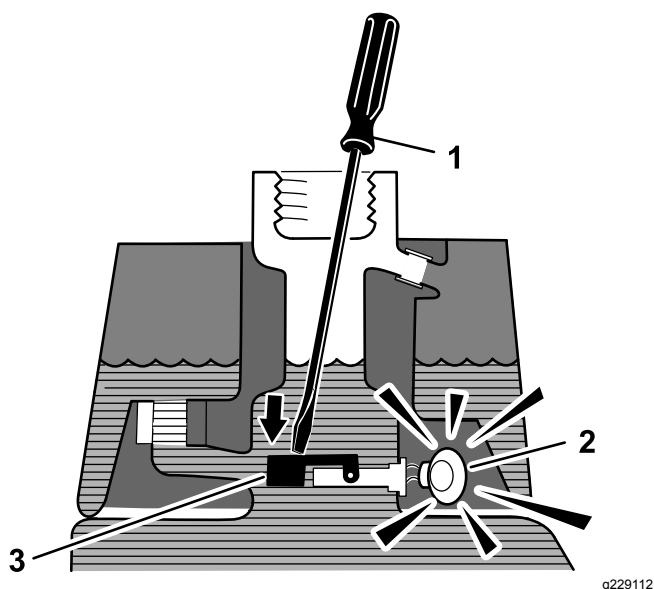

Рисунок 43
3. Вставьте чистый стержень или отвертку в горловину бака и слегка нажмите на поплавковый переключатель (Рисунок 43). После секундной задержки должен прозвучать предупреждающий звуковой сигнал.